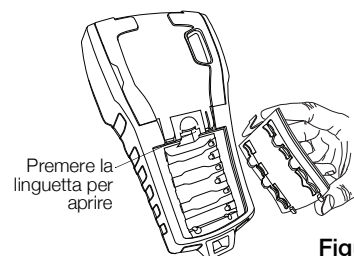

Figura 3
- 1 Premere la chiusura a scatto sul retro dell'etichettatrice per aprire il coperchio del vano batterie. Vedere la Figura 3.